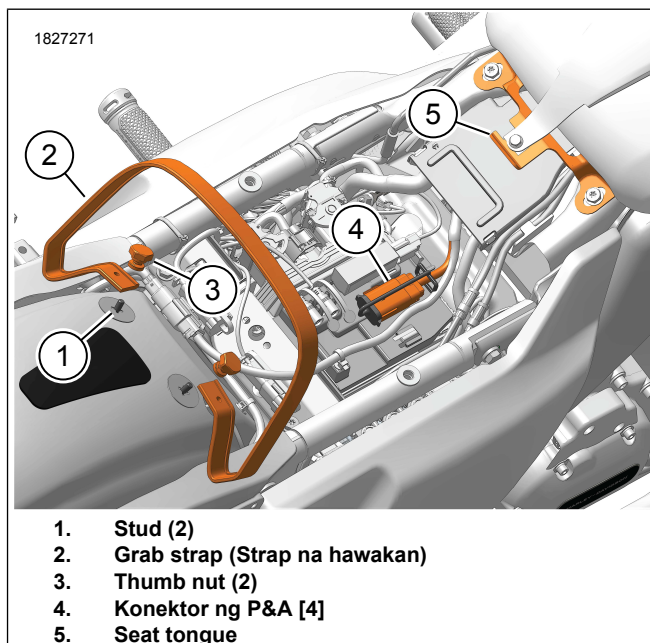
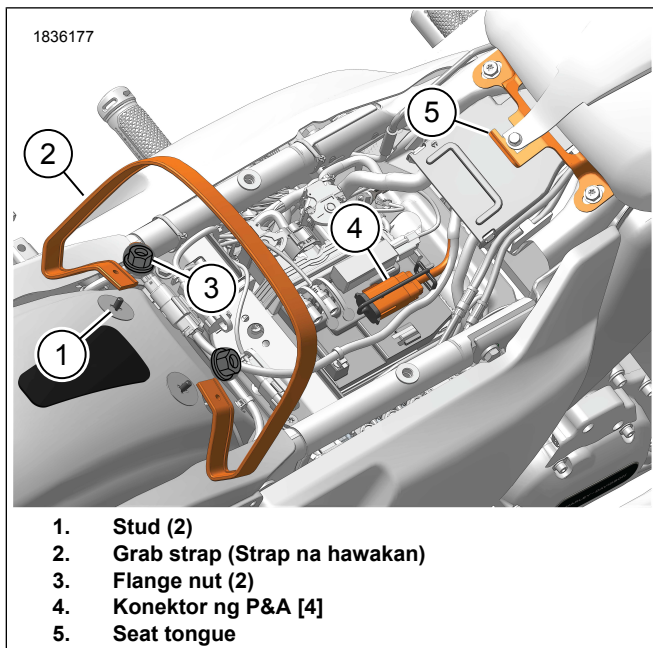
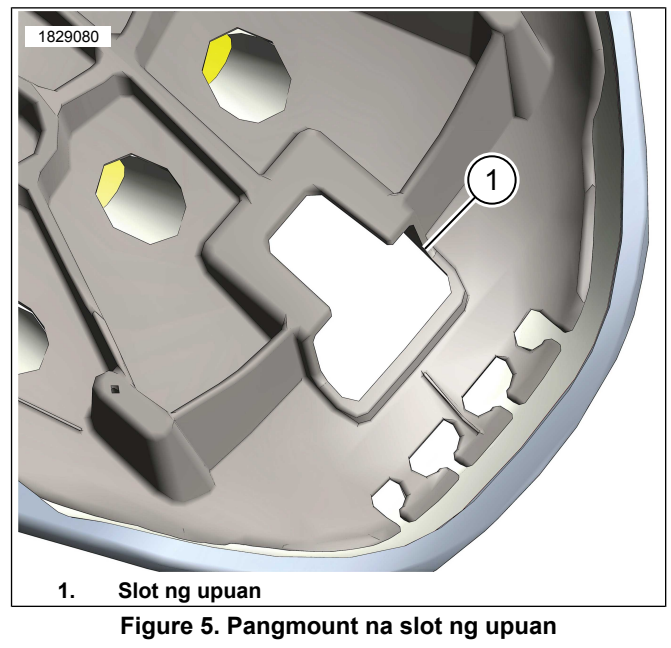

Figure 2. Mga Lokasyon ng Bahagi
Figure 3. Mga Lokasyon ng Bahagi
Figure 5. Pangmount na slot ng upuan
1. Tingnan ang Figure 2 at Figure 3. Ikabit ang **bagong** grab strap.
- a. Ikabit ang grab strap (2) sa mga stud (1).
- b. Ikabit ang mga thumb nut (3). Higpitan.
3. Tingnan ang Figure 2 at Figure 5. Ikabit ang likurang upuan sa grab strap (2) hanggang sa ang pangmount na slot ng upuan (1) sa harapang ilalim na panig ng upuan ay nasa likuran ng seat tongue (5).
4. I-slide ang upuan paabante hanggang ang seat tongue ay ganap na nakakabit sa pangmount na slot ng upuan (1).